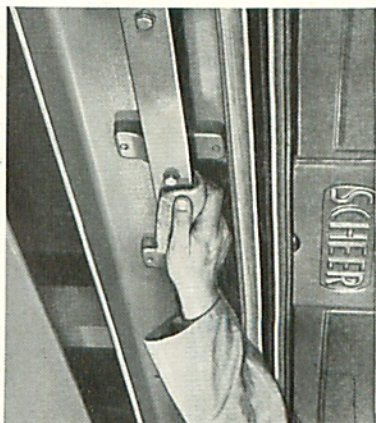
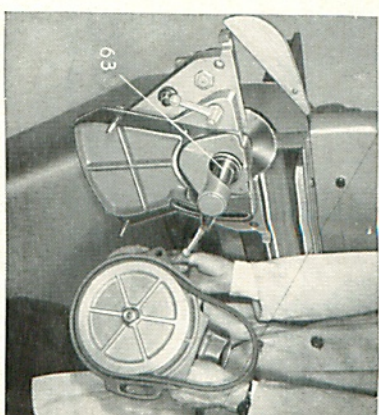

Bild 17
Bild 19
The guide rail (17) and the guideways (18/19) must be cleaned and lubricated daily (Fig. 17).
The motor and the saw arbor (63) are connected by a V-belt (54). The arbor is supported on ball bearings. To replace V-belt, remove guard (55). Unscrew nuts (53) on motor flange and take off motor (Fig. 19). Reassemble vice-versa.
- 2) Open clamping beam (27) completely.
- 3) Remove cover sheet (65) by loosening 2 knurled nuts (57).
- 4) Swing motor upward and tighten clamping lever (66).
- 5) Insert socket pin into groove on bearing block and guard cap for support (Fig. 19).
- 6) Unscrew nut (69) on clamping washer (70) and remove saw blade.
Nettoyer et huiler journallement le rail de guidage (17) et les glissières (18/19) (fig. 17).
L'entraînement de l'arbre de la scie (63) par le moteur est assuré par une courroie trapézoïdale (54). L'arbre de la scie est monté sur roulements à billes (voir chapitre III a). Pour remplacer la courroie déposer le capot de protection (55). Dévisser l'écrou (53) sur la bride du moteur et enlever celui-ci (fig. 19). Le remontage s'effectue en sens inverse.
Die Führungsschiene (17) und die Führungsbahnen (18/19) sind täglich zu reinigen und leicht zu ölen (Bild 17)
Der Antrieb zwischen Motor und Sägewelle (63) wird durch einen Keilriemen (54) betätigt. Die Sägewelle ist kugelgelagert. Zum Auswechseln des Keilriemens Schutzhaube (55) entfernen. Muttern (53) am Motorflansch abschrauben und Motor wegnehmen. (Bild 19) Montieren in umgekehrter Reihenfolge.